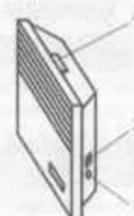

Рис. 6
5.6 Переведите клавишу выключателя (клавиши ступенчатого регулятора мощности) в отключенное положение «0», ручку термостата установите в положение «☼» (совместите знак «☼» на ручке с меткой на корпусе конвектора или блока управления). Конвектор готов к работе (расположение органов управления конвектором приведено на рис. 6,7).